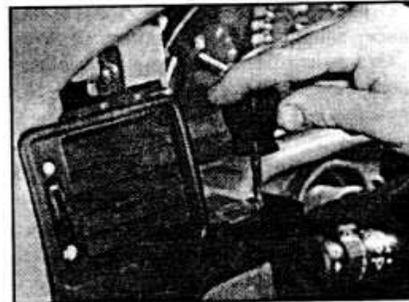

Рис. 11.74. Снятие элементов системы вентиляции с панели со стороны водителя.
- Отвинтите 2 винта и снимите элемент системы вентиляции с панели со стороны водителя (см. рис. 11.74).